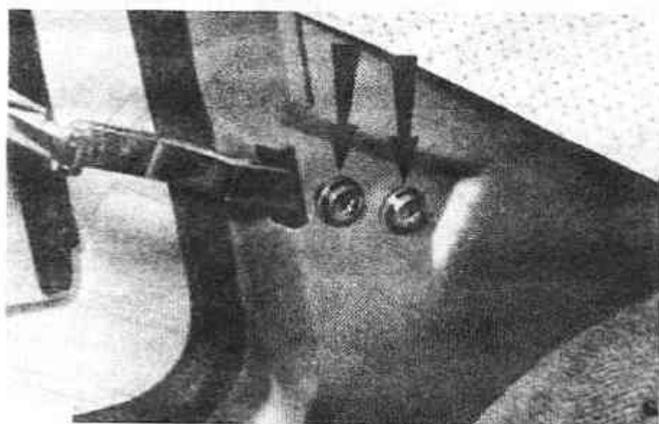

Рис. 12.16. Выверните винты защелки открывающейся форточка (Разд.23)
1. Снимите декоративную панель салона сзади заднего окна. Выверните открывшиеся винты, крепящие защелку (Рис.12.16).